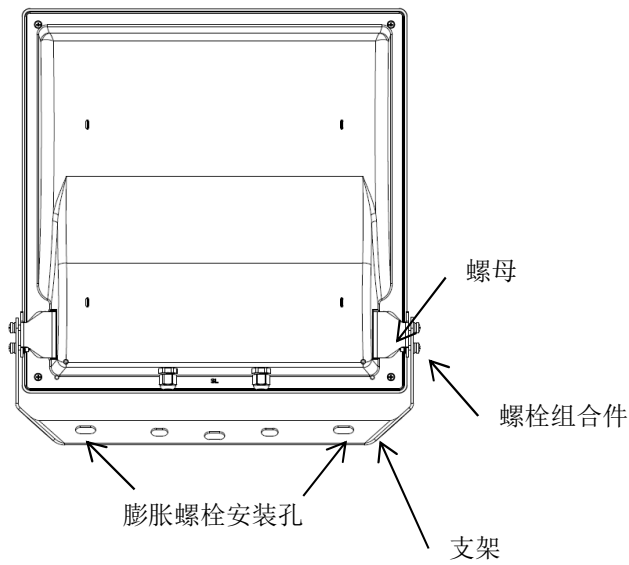

图2
2. 确认支架安装方式后用M8螺栓组合件和螺母把支架安装到射灯上去，锁紧力矩25N.m（如图2）；